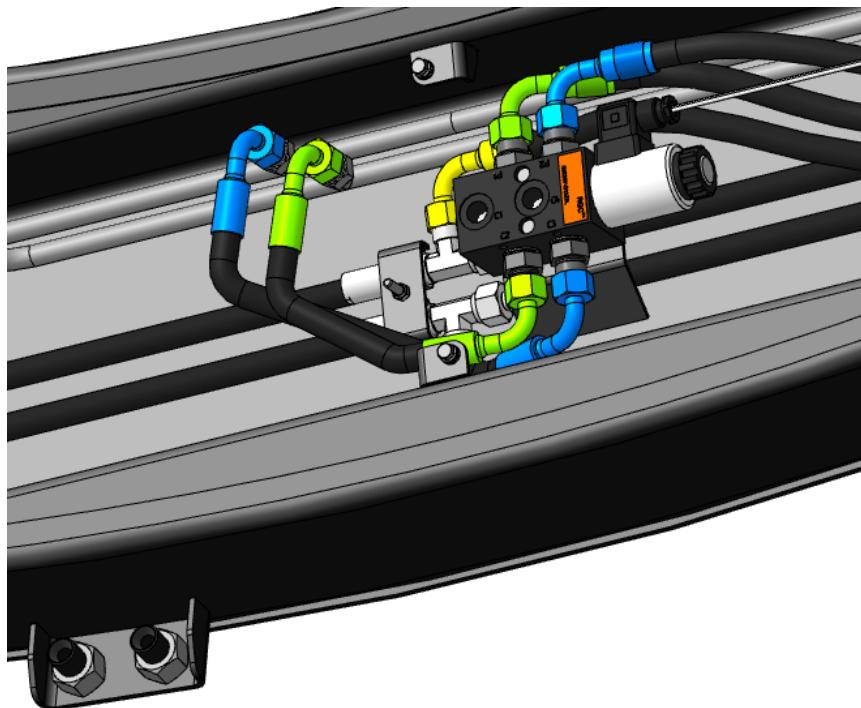

Рисунок 2.10
2.2.3.4 Присоединить угловыми концами с гайкой M20x1,5 РВД питания гидроцилиндров разворота к адаптерам, установленным в порты С2, С3 дивертора (рис.2.10). Вторые концы рукавов, гайка M20x1,5, подключить к трубопроводам гидроцилиндров разворота согласно рис.2.10.